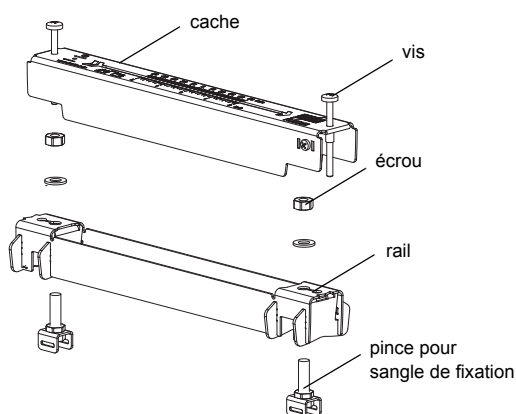

Fig. 9.6: Démontage de la fixation pour capteur Variofix L
- Démontez la fixation pour capteur Variofix L (voir Fig. 9.6).